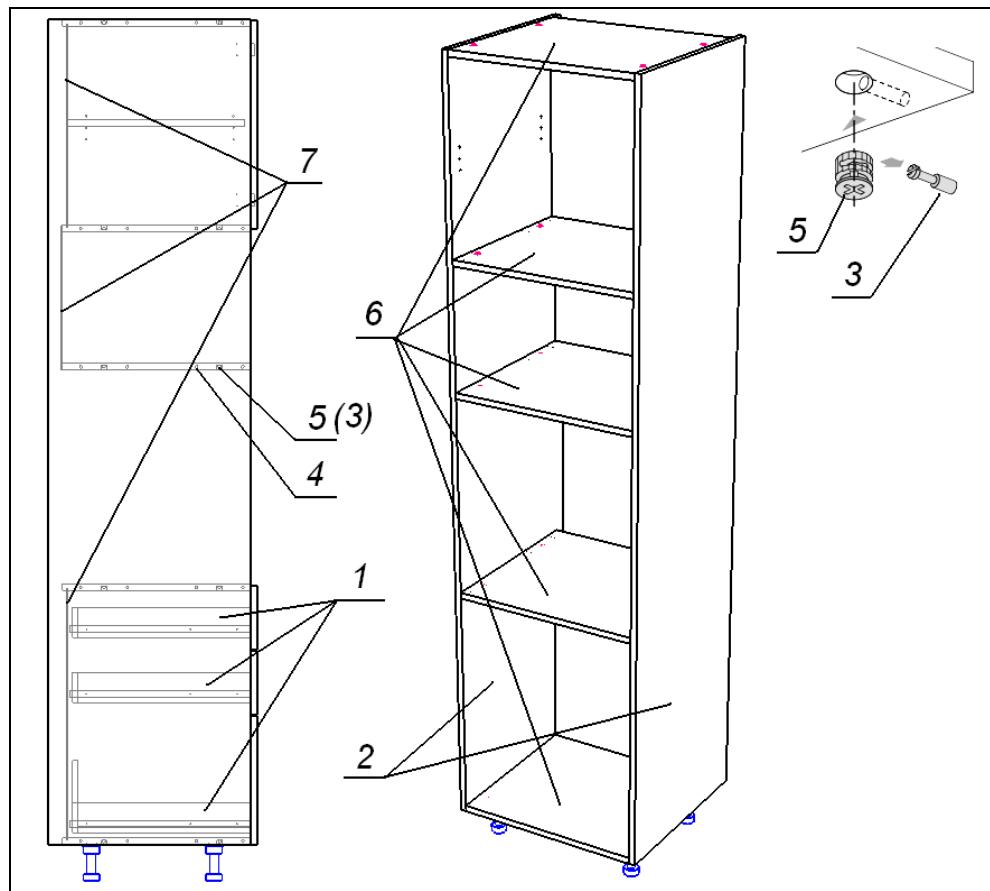

Рис. 43
5. Сборка колонн (высоких шкафов) X..., Y... (Рис. 43):